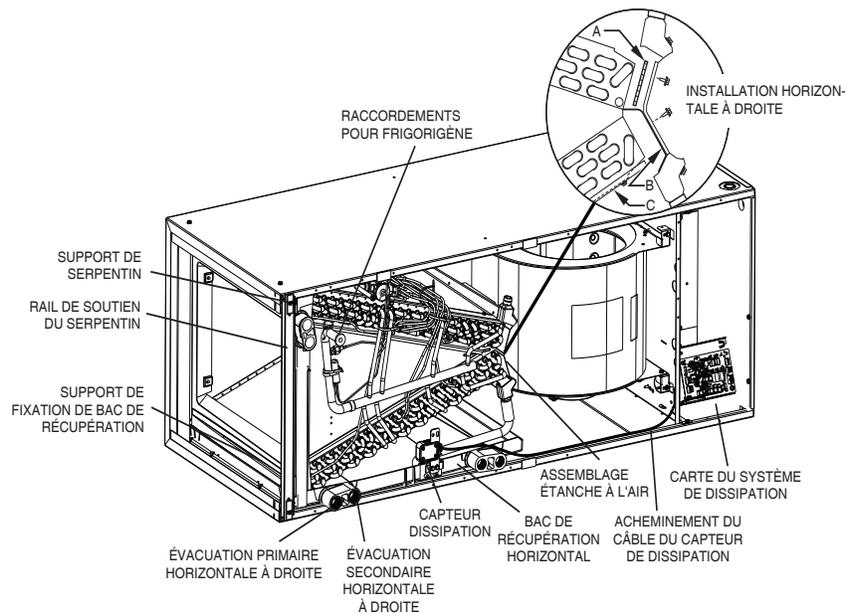

Figure 7 – Conversion en installation horizontale à droite – serpentin en A
1. Retirez les panneaux d'accès et de montage du ventilateur et du serpentín (Figure 7).
1. Retirez les panneaux d'accès du ventilateur et du serpentín (Figure 7).
- a. Retirez l'ensemble d'étanchéité à l'air du serpentín en retirant les quatre vis (Figure 7).